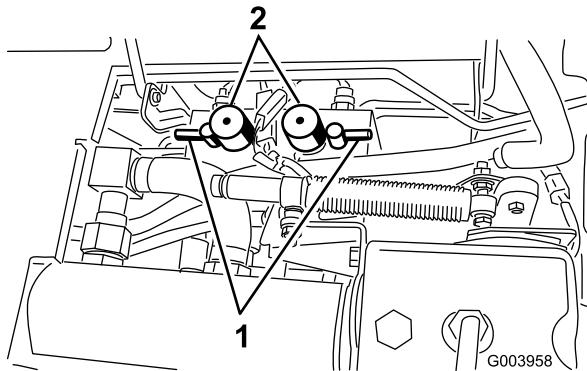

Figura 84
5. Ponga los mandos de velocidad de ambos molinetes en la posición 1 (Figura 84).
6. Seleccione la palanca de autoafilado correspondiente a los molinetes a autoafilurar: delantero, trasero o ambos (Figura 84).